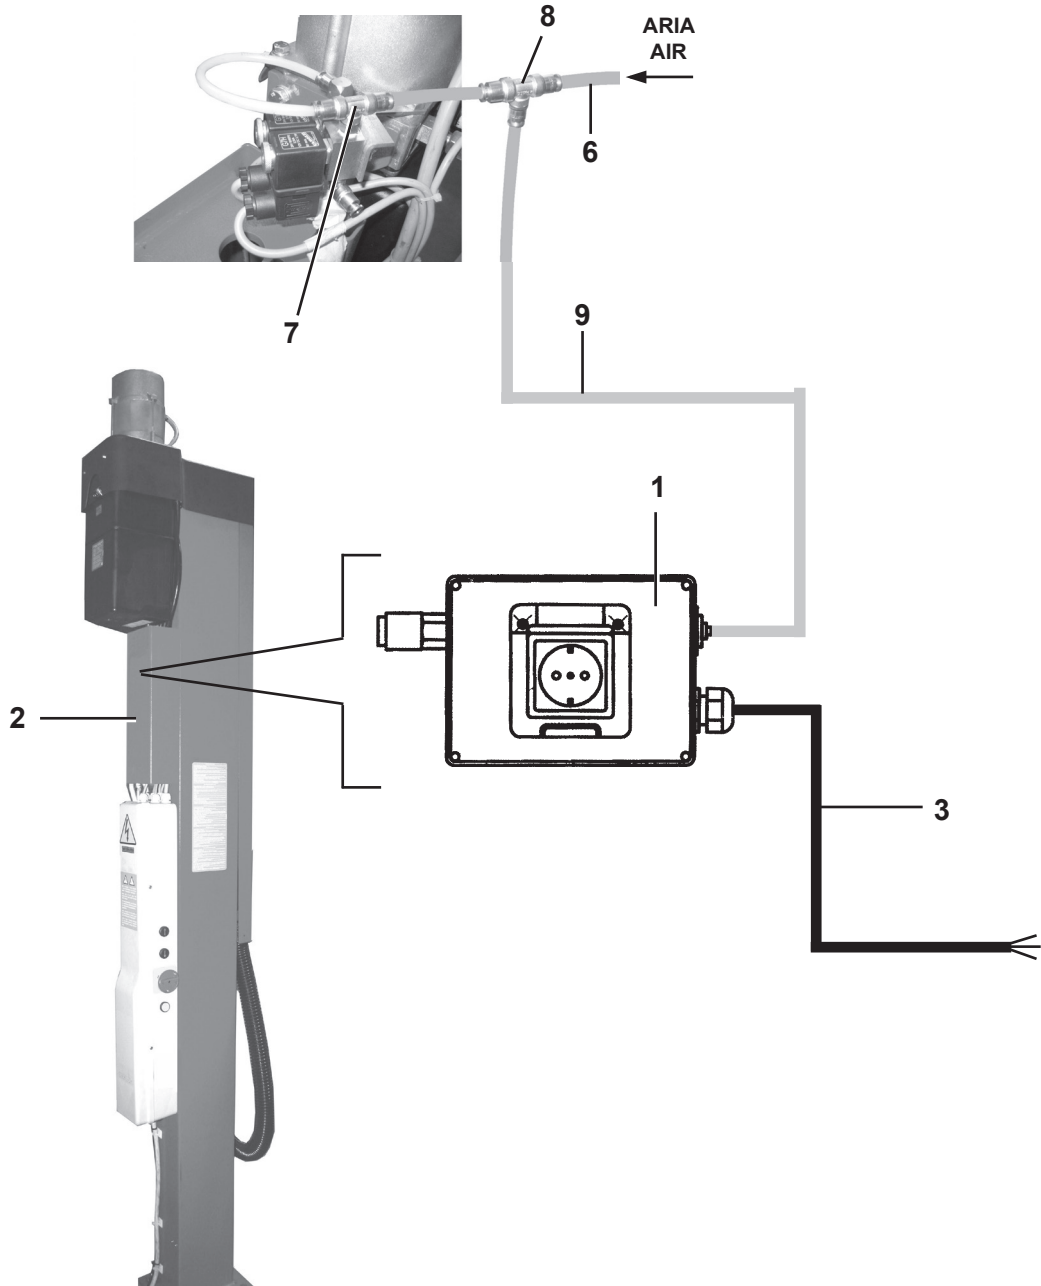

Fig.32
- Fissare la scatola (1 Fig. 32) del kit di distribuzione corrente elettrica + aria compressa al carter (2) tramite le apposite viti;
- Tagliare il tubo pneumatico (6) in prossimità del raccordo (7) ed inserire il raccordo pneumatico a "T" (8), montato sul tubo (9) del kit energia.
- Secure box (1 Fig. 32) from power supply kit + compressed air to cover guard (2) using the special screws;
- Cut air line (6) at fitting (7) and fit the Tee-fitting (8), mounted on pipe (9) of the energy kit.
- Den Kasten (1 Abb. 32) des Strom- und Druckluftverteilerkits mit den entsprechenden Schrauben an der Abdeckung (2) befestigen.
- Die Druckluftleitung (6) nahe am Anschluss (7) zuschneiden und den pneumatischen T-Anschluss (8), der an der Leitung (9) des Kits Energie montiert ist, einfügen.
- Fixer la boîte (1 Fig. 32) du kit de distribution du courant électrique + air comprimé au carter (2) au moyen des vis appropriées;
- Couper le tuyau pneumatique (6) à proximité du raccord (7) et introduire le raccord pneumatique en "T" (8), monté sur le tuyau (9) du kit énergie.
- Fijar la caja (1 Fig. 32) del kit de suministro corriente eléctrica + aire comprimido a la protección (2) mediante los tornillos específicos;